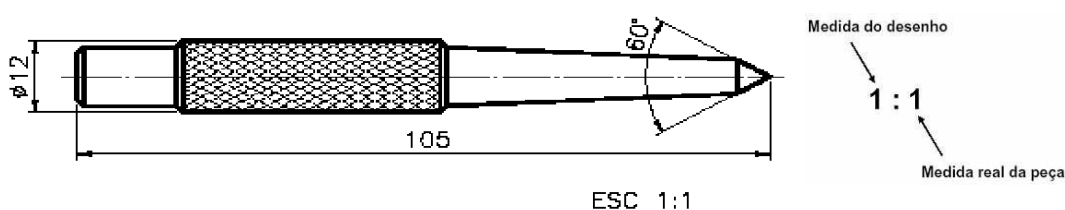

Figura 28 – Desenho em escala natural
- **Escala Natural:** é aquela em que o tamanho do desenho técnico é igual ao tamanho real da peça. Veja um desenho técnico em escala natural (Figura 28).